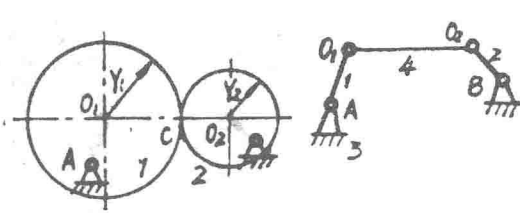
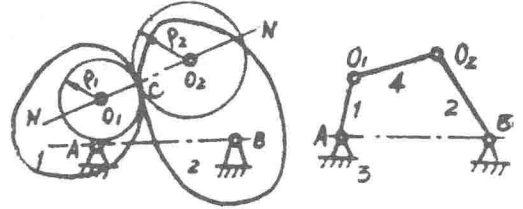
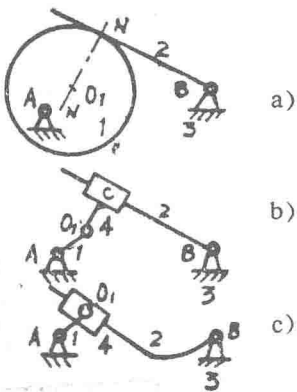
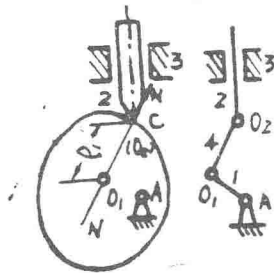

图 1-1
图 1-2
图 1-3
图 1-4
此机构的高副C可以被具有两个低副的构件 O_1O_2 所代替。如图 1-1 所示。
B. 具有任意曲线外形而互相接触的两构件构成高副时: 过这两轮廓接触点C引它们的公法线N-N, 在法线上找两轮廓线接触点C的曲率中心 O_1 和 O_2 , 用 $O_1O_2 = \rho_1 + \rho_2$ 连 O_1 和 O_2 , 得瞬时代替机构 AO_1O_2B , 如图 1-2 所示。
C. 如果两轮廓之一为直线时, 因直线的曲率中心在无穷远处, 所以该转动副变成移动副, 其代替方法如图 1-3, b、c 所示。
D. 如两接触轮廓之一为一点时, 因曲率半径为零, 曲率中心与接触点重合, 其代替法如图 1-4 所示。
①两回转圆盘在C点接触，如图1-1所示；②具有任意曲线外形而互相接触的两构件如图1-2所示；③一构件为直线时，转动副变成移动副，如图1-3所示；④如两接触轮廓之一为一点时，如图1-4所示；⑤两直齿圆柱齿轮啮合时，如题1-19差动轮系所示的外啮合齿轮：首先要画出通过啮合点的两齿廓，根据齿廓形成的渐开线性质，两齿廓的曲率中心在各自的基圆上，所以两齿轮啮合处的高副低代办法如图所。过啮合点作两基圆的公切线，与两基圆的两交点即为代替构件两转动副所在位置，将转动副成一构件，再与每轮的回转中心相连，即得代替机构如图所示。两齿轮为内啮合时，如题1-23所示的差动轮系，画出相啮合的两齿廓可知，小齿轮为外齿轮，其齿的曲率中心在基圆上，为A点，找法同上；而大齿轮为内齿轮，其齿廓相当于在一个盘中挖去一个外齿轮剩下的部分，其曲率中心在一个假想的基圆上（此圆比外齿轮齿基圆还要小）过内齿廓作此圆切线，交点B即为曲率中心，以A和B为转动副、连成一个构件，即为代替构件、如图所示。